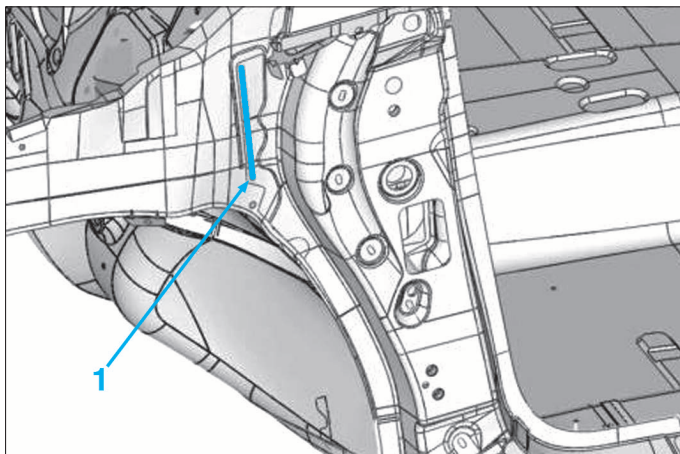

FIG. 47
- Encoller la zone (1) (Fig.47).